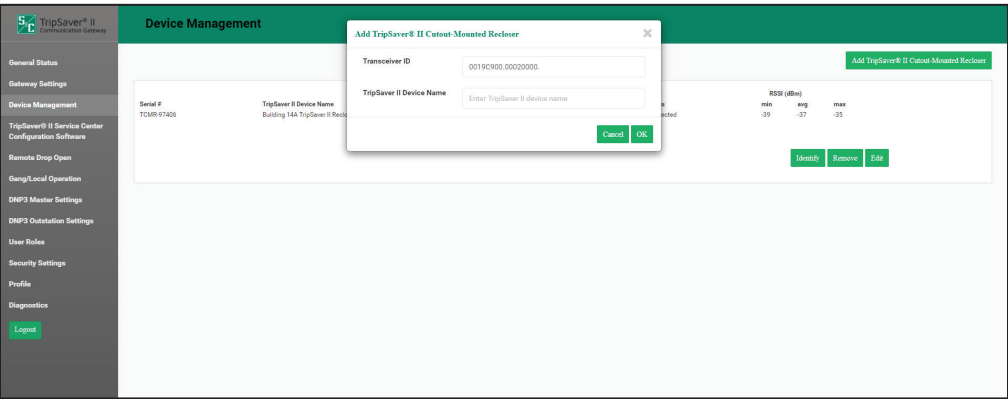

Figura 10. Tela Gerenciamento de Dispositivo.
- PASSO 4.** Acesse a tela *Device Management*. Ver Figura 10.